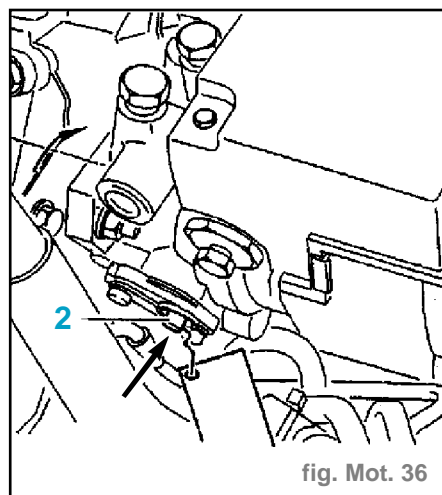

fig. Mot. 36
- Positionner l'outil (2) (0117.AR) dans l'orifice de calage (fig. Mot. 36).
- Introduire la pige (2) dans son orifice et la maintenir en place (fig. Mot. 36).